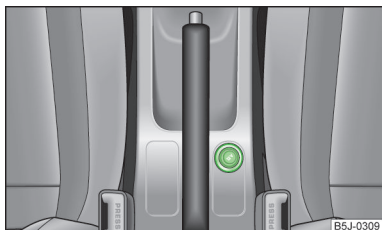

Abb. 76
- Den Anzünderknopf des Zigarettenanzünders hineindrücken » Abb. 76.
Die 12-Volt-Steckdose (nachstehend nur als Steckdose) befindet sich in der Mittelkonsole vorn » Abb. 76 auf Seite 82 und im Gepäckraum » Abb. 77.